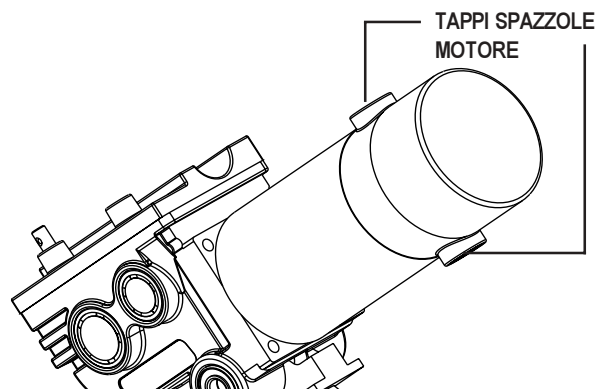

Figura 27. Tappi spazzole motore
2. Svitare i tappi delle spazzole motore ubicate su ciascun motore. Vedere figura 27.